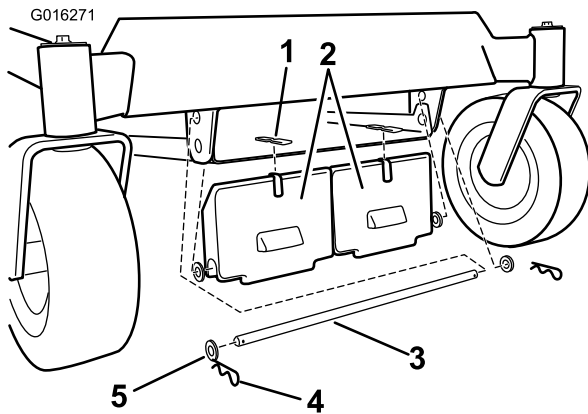

Figure 24
2. Montez la masse à l'avant du cadre de la machine. Fixez la masse avec une tige, quatre rondelles et deux goupilles fendues, comme montré à la Figure 24.